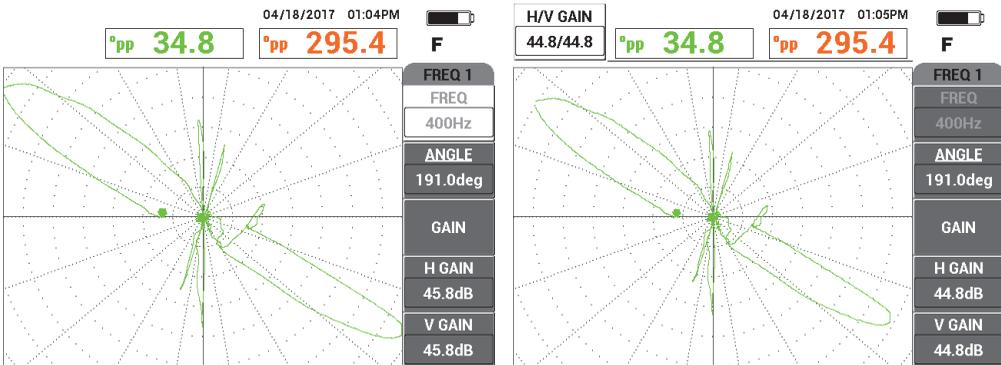

Figura 5-198 Il segnale dell'anello di supporto non contenuto interamente nella schermata (*a sinistra*) e con il guadagno regolato (*a destra*)
8. Regolare il segnale dell'anello di supporto in modo che rimanga contenuto interamente nella schermata (da 8 a 9 frazioni principali) [vedere Figura 5-198 a pagina 282].